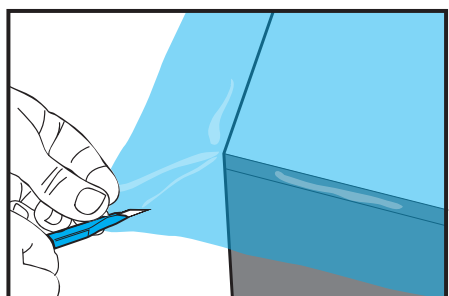

Figure 07
- › Couper le film en diagonale, dans le prolongement du coin de la table. (FIG. 07)